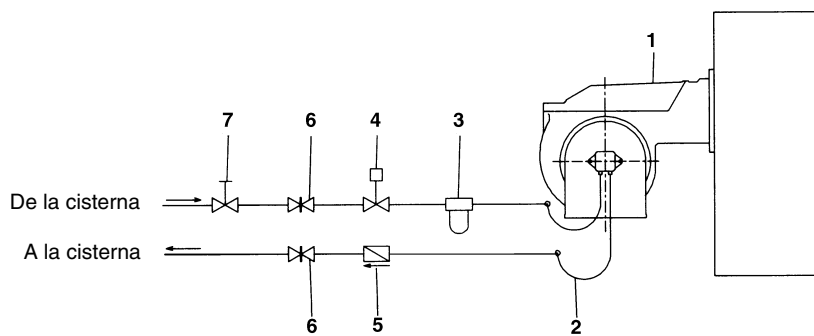

Fig. 16
**NOTA:** en las instalaciones por gravedad o de anillo, colocar un dispositivo de interceptación automática (véase n. 4 - Fig. 16).